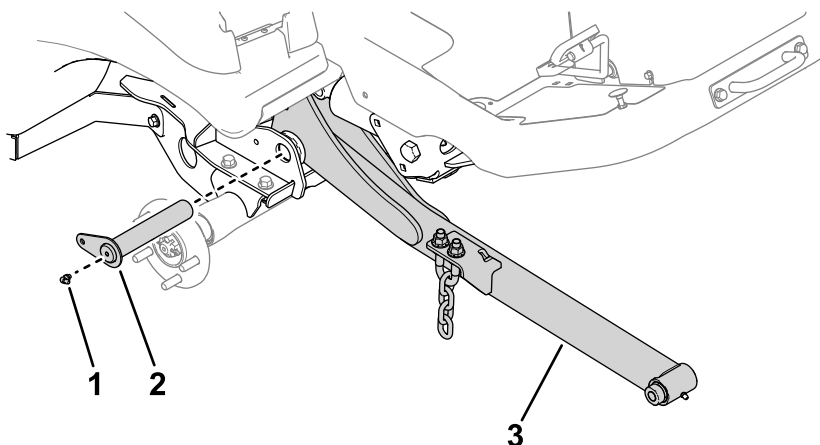

図5
2. 大きいピン2本を使用して昇降アームをマシンのフレームに取り付ける(図5)。
3. 大きいピンにグリスフィッティングを取り付ける(図5)。